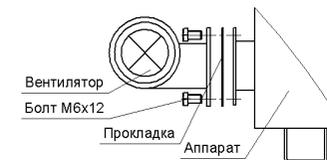

Рис.4 Монтаж вентилятора
- вентилятор, с помощью четырех шайб и болтов, прикрепить к фланцу, который находится на задней стенке корпуса смотри рис.4;